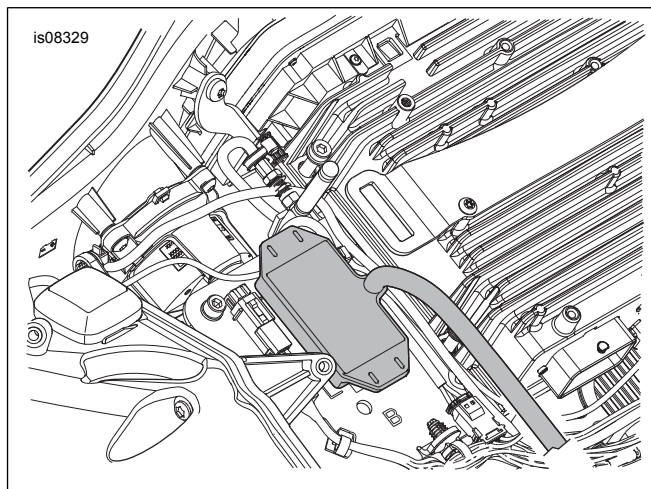

Abbildung 16. Montage des Senders (FLTR Touring-Modelle ab 2017)
- Abbildung 16 . Die Schutzfolie von der Klebeschicht des Schaumpolsters auf dem Sender abziehen.